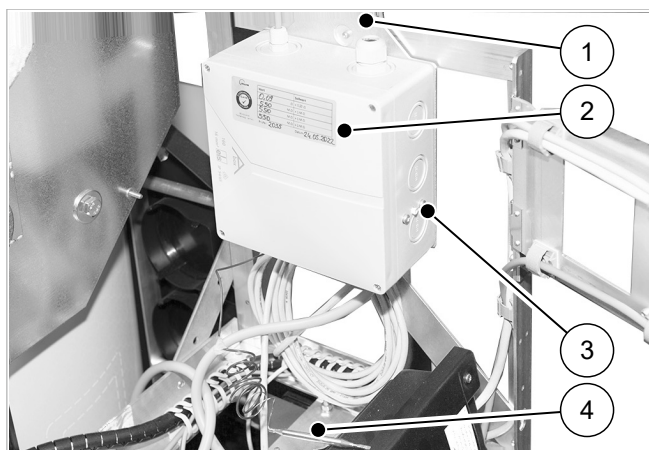

Fig. 8: Scatola di collegamento per cartuccia di riscaldamento montata
1. Inserire il limitatore di temperatura di sicurezza (4, → fig. 8) nella bussola della cartuccia di riscaldamento e fissare con il connettore a molla in dotazione.